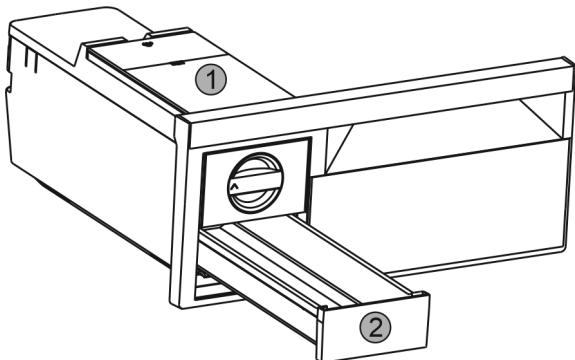

Fig. 39
- ▶ Rimuovere il serbatoio dell'acqua Fig. 39 (1) e il cassetto dei cubetti di ghiaccio Fig. 39 (2).